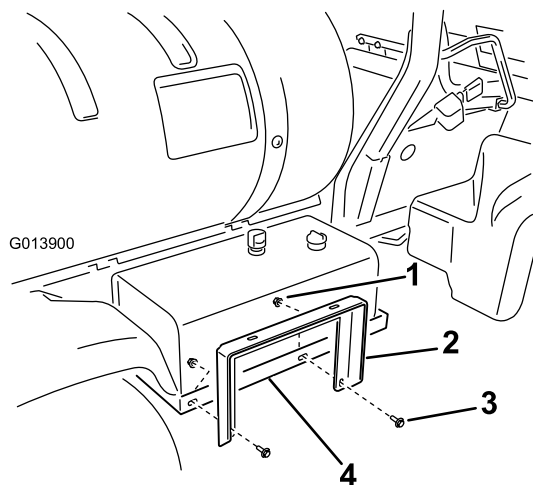

Figura 8
1. Installate il supporto dell'avvolgitubo sull'attacco del serbatoio idraulico (Figura 8) utilizzando 2 bulloni a testa flangiata (3/8 x 1/ poll.) e 2 dadi flangiati (3/8 poll.). Non serrate a fondo i dadi, che regolerete più avanti.
3. Collegate il supporto dell'avvolgitubo alle fascette per avvolgitubo (Figura 8) utilizzando 2 bulloni a testa flangiata (3/8 x 1/ poll.) e 2 dadi flangiati (3/8 poll.).